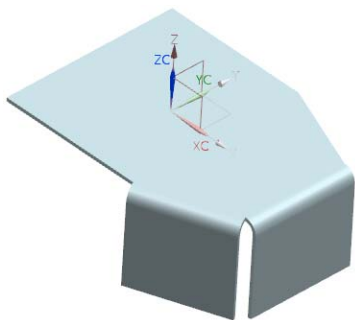

图 7-18 创建第 2 条弯边后的零件
(2) 设置“宽度选项”为完整，“长度”为50，“角度”为90，“参考长度”为“外部”，“内嵌”为“折弯外侧”，在“止裂口”列表框中的“折弯止裂口”和“拐角止裂口”下拉列表框中选择“无”。在“弯边”对话框中单击  按钮，创建如图 7-18 所示的弯边特征。